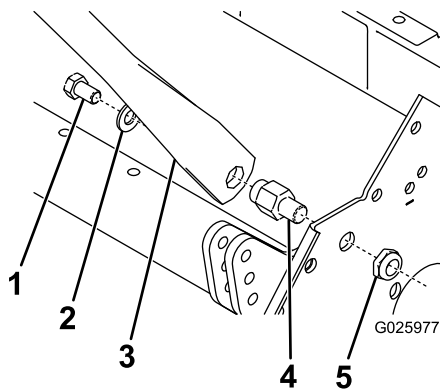

Figura 1
8. Rimuovete il bullone, la rondella, il perno girevole della stegola e il dado a testa flangiata che fissa il gruppo stegola alla macchina (Figura 1).